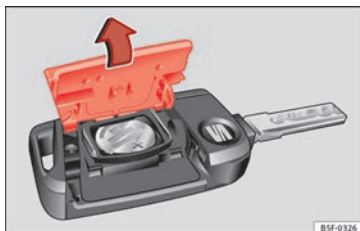

Fig. 132 Chiave del veicolo: aprire il coperchio del vano della batteria.
- Togliere il coperchio della parte posteriore della chiave del veicolo » **fig. 132** nella direzione indicata dalla freccia » **❶.**
- Collocare il coperchio come illustrato » **fig. 132** e inserirlo nel vano batteria nella direzione contraria a quella indicata dalla freccia.